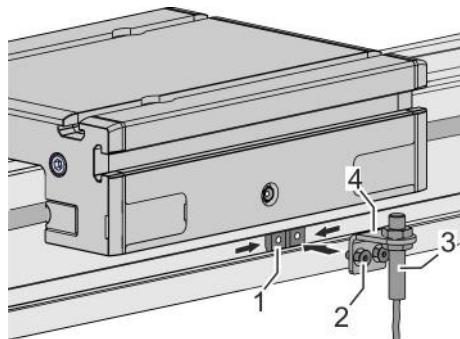

Fig. 36 : Montage de la fin de course
1. ➔ Insérer et positionner les écrous (Fig. 36 /1) dans la rainure du profilé de guidage.
2. ➔ Mettre en place la fin de course (Fig. 36 /3) avec l'équerre de fixation (Fig. 36 /4) au niveau des écrous insérés.
3. ➔ Serrer les 2 vis (Fig. 36 /2) :